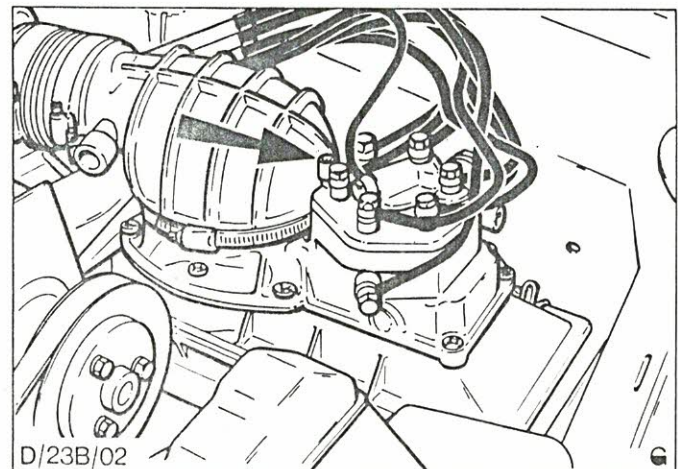

Abb.71 Blindstopfen - Gemischregulierschraube
7. Blindstopfen von der Gemischregulierschraube entfernen, Abb.71.